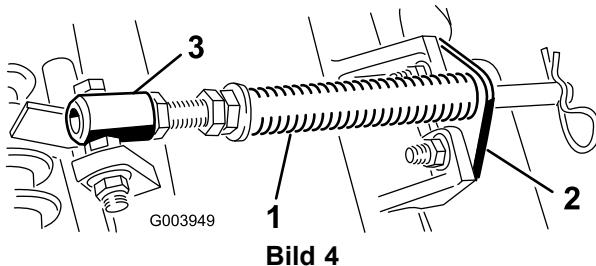

Bild 4
- A. Nehmen Sie die zwei Schlossschrauben und Muttern ab, mit denen die Stangenhalterung an den Nasen der Schneideeinheit befestigt ist (Bild 4).
- B. Nehmen Sie die Bundmutter ab, mit denen die Schraube des Federrohrs an der Trägerrahmennase befestigt ist (Bild 4). Nehmen Sie das Bauteil ab.